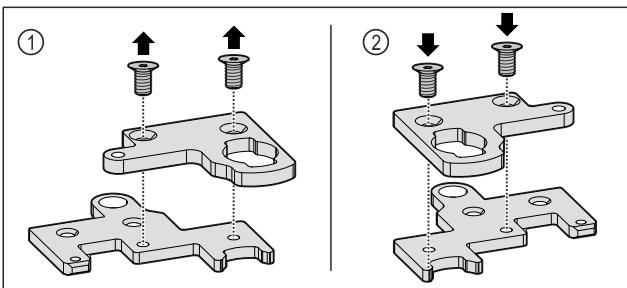

Fig. 34
- ▶ Rastavite dvodijelne kutne šarke. Fig. 34 (1)
- ▶ Ponovno sastavite dvodijelne kutne šarke okrenute za 180°. Fig. 34 (2)